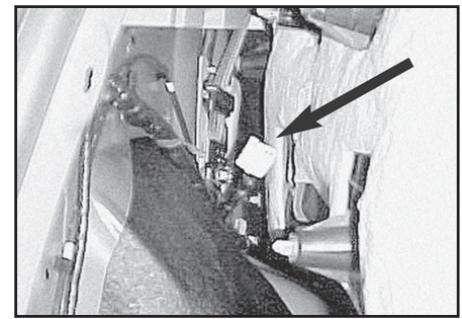

Fig. 2
3. Carefully pull back the left (driver's) side interior trim panel, taking care not to damage the body clips (Fig 1B). A body clip removal tool may be required. Remove the rear hatch threshold held in place by two body clips. Remove the accesss door from the center of the left (driver's) side trim panel and using the opening as a hand hold, separate the trim panel from the lower panel newar the threshold area working upward until the vehicle's towing connector is exposed (Fig. 2). The conector will be similar to that on the T-Connector harness.
- 3. Tire cuidadosamente de la izquierda del panel lateral tapizado interior (del conductor), teniendo cuidado de no dañar los clips del cuerpo (Fig. 1B). Una herramienta de eliminación de carrocería clip puede ser requerida. Quite el umbral de puerta trasera en su lugar por dos clips del cuerpo. Retire la puerta accesss desde el centro de la izquierda (el conductor de) revestimiento lateral y el uso de la apertura como un asimiento de la mano, separe el panel de ajuste de la newar panel inferior de la zona de umbral trabajando hacia arriba hasta que se expone conector de remolque del vehículo (Fig. 2). El conector será similar a la del arnés de T-conector.**
- 3. Retirez délicatement la gauche le panneau de garniture intérieure de côté (conducteur), en prenant soin de ne pas endommager les clips du corps (figure 1B). Un outil pince de retrait de corps peut être nécessaire. Retirez le seuil de hayon maintenu en place par deux clips du corps. Retirez la porte accesss du centre de la gauche (conducteur) garniture latérale et en utilisant l'ouverture comme une prise de main, séparer le panneau de garnissage de la newar panneau inférieur de la zone de seuil de travailler vers le haut jusqu'à ce que le connecteur de remorquage du véhicule est exposé (Fig. 2). Le connecteur sera semblable à celle sur le harnais T-Connector.**